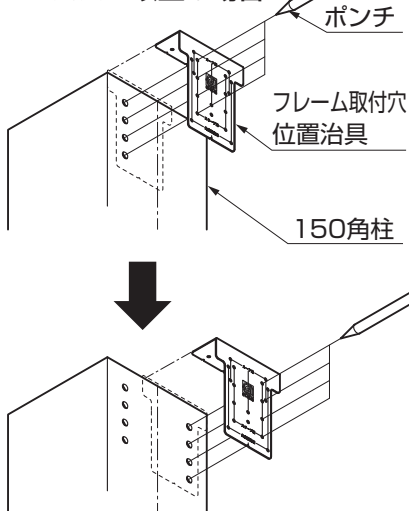

図4-33 柱穴加工無し面への取付け
- ①フレーム取付穴位置治具を柱にあて、ケガキ、ドリルで $\phi 4.5$ の穴をあけてください。(図4-33参照)
- ②スリーブをフレームに、【14-1】で取付けてください。